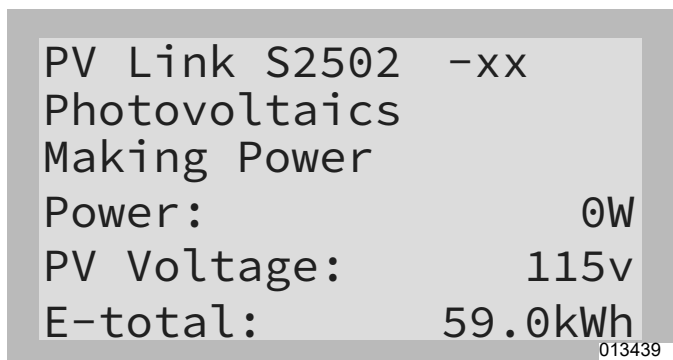

Figure 7-13. Page de dispositif PV Link
11. Voir Figure 7-13. Vérifier que les PV Link sont à l'état Making Power (Production d'électricité).